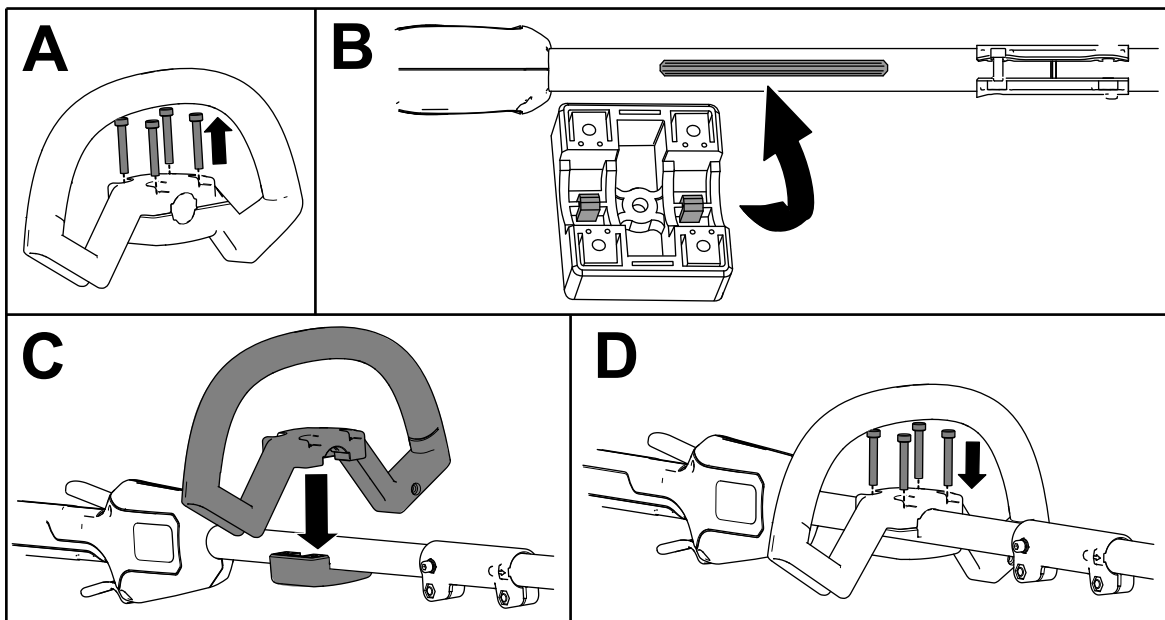

Figure 2
1. Séparez la poignée auxiliaire du support en retirant les 4 vis à tête creuse à l'aide de la clé Allen fournie (A de la Figure 2).
2. Alignez les guides sur le support de la poignée auxiliaire et le guide sous le manche de la débroussailleuse (B de la Figure 2).
3. Placez la poignée auxiliaire au-dessus de son support sur le manche de la débroussailleuse (B de la Figure 2).
4. Fixez la poignée auxiliaire à son support à l'aide des 4 vis à tête creuse retirées précédemment (D de la Figure 2).
3. Fixez le déflecteur à la base de la débrossailleuse à l'aide des 2 vis à tête creuse, des 2 rondelles et des 2 entretoises retirées précédemment (C de la Figure 2).